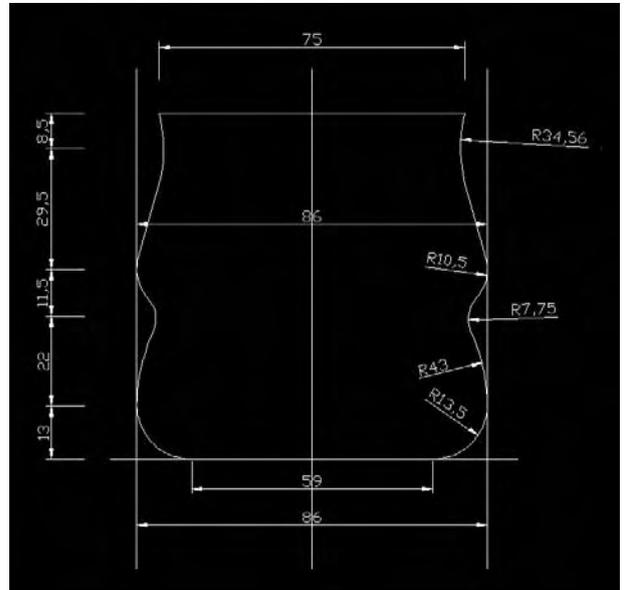

Fig.4.33
- 2 A l'aide des fonctions Cercle et Arc, tracez les différentes courbes du verre (fig.4.33).